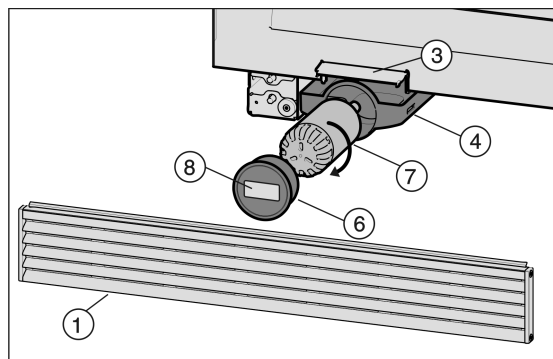

Fig. 61
- Retirer éventuellement la grille de ventilation Fig. 61 (1).
- Retirer le couvercle du filtre Fig. 61 (6).
- Mettre le filtre à eau Fig. 61 (7) en place et le tourner d'env. 100° dans le sens des aiguilles d'une montre jusqu'à la butée.
- Insérer le tiroir Fig. 61 (4).
- Poser le couvercle du filtre Fig. 61 (6).
- Inscrire la date du prochain remplacement sur l'auto-collant Fig. 61 (8) fourni, puis le coller sur le couvercle du filtre Fig. 61 (6).
- Remettre la grille de ventilation Fig. 61 (1).